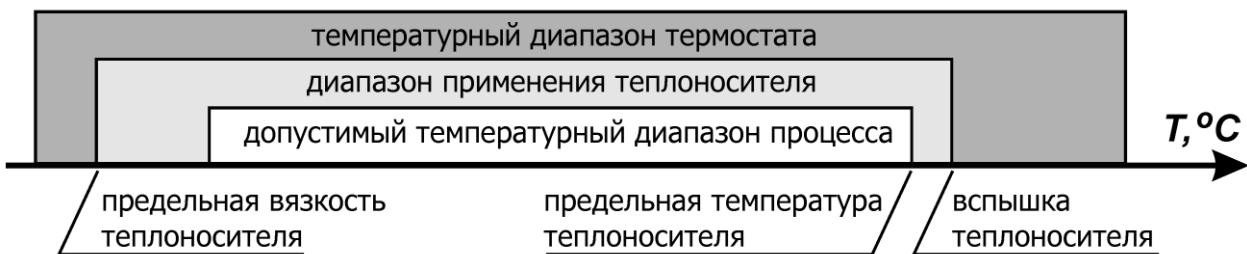

Рисунок 9 — Определение предельной температуры теплоносителя
**!** Приведенные ниже величины температурных диапазонов ограничиваются температурным диапазоном терmostата, в составе которого используется блок регулирования (рисунок 9). Рекомендуемые теплоносители приведены в разделе «Технические характеристики» руководства по эксплуатации терmostата.